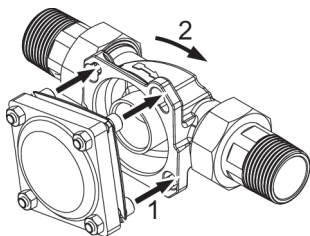
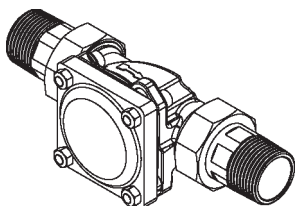

Abb. 6: Ansetzen und einrasten
Abb. 7: Anschluss eingerastet
1. Die Köpfe der vier Flanschschrauben durch die Bajonettbohrungen am Einbaudrehflansch stecken (siehe Abbildung 6).
2. Das Gerät im Uhrzeigersinn bis zum Anschlag drehen (siehe Abbildung 6 und Abbildung 7).